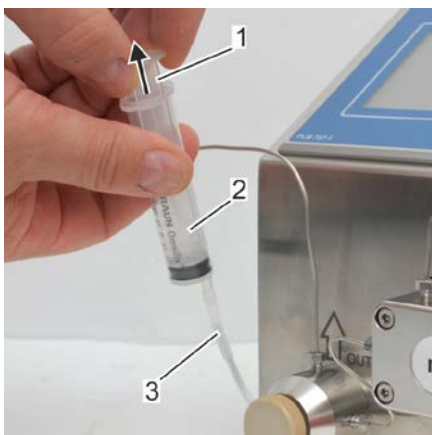

Abb. 29: Zuleitung entlüften
- Bei druckloser Flüssigkeitsvorlage die Zuleitung mit der Spritze (Abb. 29) entlüften (ansaugen). Hierzu den Spritzenkolben (Abb. 29/1) in Pfeilrichtung aus dem Spritzenzylinder (Abb. 29/2) herausziehen.